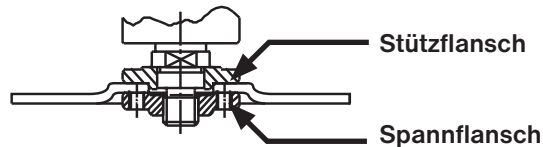

Abb.11
- c) Für dünne Schleifkörper (< 3 mm) mit einer gekrümmten Innenseite schrauben Sie den Spannflansch (8) mit dem hervorstehenden Ansatz vom Schleifkörper wegzeigend an (Abb. 11).